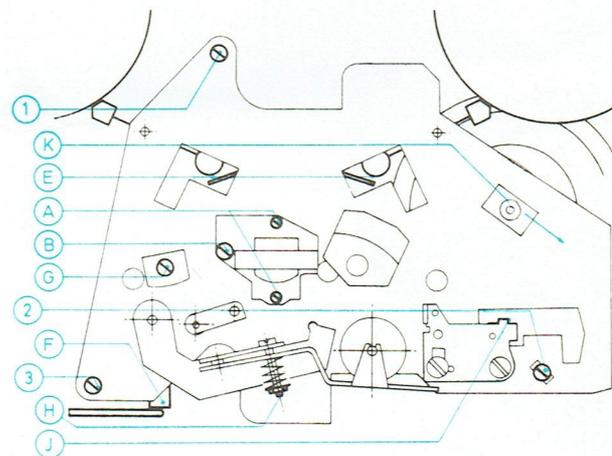
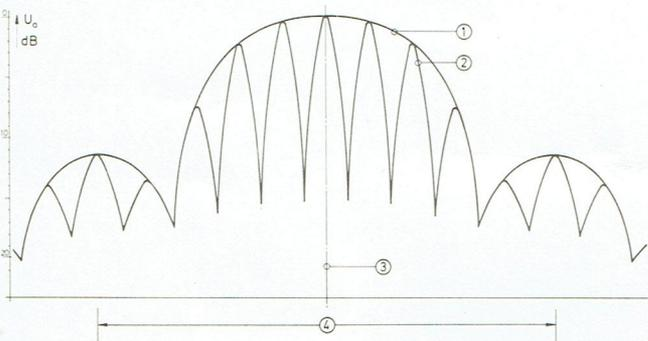

Fig. 6: Présentation du plateau porte-têtes
Fig. 9: Tracé de la tension de sortie à Bu 103 pendant le tournage de la vis d'équilibrage
La tête d'effacement peut être déplacée en hauteur en tournant la vis (G) (Fig. 6). Elle doit être alignée de telle façon que le coin supérieur de l'entrefer se trouve à env. 0,1 mm au-dessus du bord supérieur de la bande.
La hauteur du corps de noyau et la parallélité avec le cabestan sont ajustées avec les deux vis pointeaux (A) (Fig. 6). Le bord supérieur du corps de noyau doit coïncider avec le bord supérieur de la bande. Après chaque réajustage mécanique, la tête doit être rééquilibrée à l'aide de la bande test (vis B).
La pression d'appui, doit être mesurée la touche marche étant abaissée et la bande posée. Placer un dynamomètre ou un peson 10 N (1000 p) au bout droit du support du galet. Par cela écarter le galet presseur du cabestan et le ramener de nouveau, parallèlement, de sorte que la bande soit juste entraînée au début d'une bobine pleine de 18. La valeur de mesure doit alors être de 5,39 ... 6,08 N (550 ... 620 p) (pression de contact du galet 7,35 ... 8,34 N (750 ... 850 p)). La force sera ajustée au moyen de la vis H (Fig. 6) en la tournant.
Les freins Stop doivent bien caler en position «Stop». Pour assurer cela, les lobes d'actionnement des curseurs de frein doivent être ajustés de façon à obtenir un écartement de ≥ 1 mm avec les leviers de frein (Points E Fig. 6). Avec la touche marche enfoncée, la distance «frein caoutchouc-plateau de frein» doit être également ≥ 1 mm. En manipulant lentement la touche marche, les freins doivent avoir relâché avant que le galet GA n'entraîne la bande.
Avec la touche marche pressée et enfoncement consécutif de la touche «Pause», il faut assurer, par courbage du lobe J (Fig. 6) que le galet presseur caoutchouc se détache du cabestan avant que la roue de friction soit déplacée.
Avec la touche marche enfoncée, la force qui tire la roue entre le plateau de rebobinage et le volant, doit être 1,275 N (130 p), mesurée au point de mesure K en décalant (v. Fig. 6).
Dévisser les trois vis de fixation du plateau porte-têtes ①, ②, ③ (Fig. 6). Enlever vers le haut le plateau porte-tête du cabestan, en même temps basculer le plateau un peu vers l'arrière, de sorte que la roue de friction se libère du plateau d'entraînement. Au préalable, écarter du lieu de travail, le bloc d'illumination avec l'instrument et le coffre. Poser la courroie motrice, d'abord dans la rainure du volant (Attention: La courroie ne doit pas entrer en contact avec les parties graissées au Molykote) ensuite à travers les roues intermédiaires dans la rainure de la roue d'entraînement (inférieure pour 50 Hz — supérieure pour 60 Hz). Remonter maintenant le plateau porte-têtes de nouveau sur le cabestan, et d'abord porter la roue de friction sous le plateau de rebobinage, en position légèrement basculée. Mettre la glissière de touche Pause dans le percement de châssis, actionner la glissière de frein F, de sorte qu'il se trouve
Position de marche: reproduction parallèle. En tournant à droite la vis d'équilibrage B (Fig. 6), sortir de la position médiane la plaque de balance. A la reproduction d'un son de mesure de 1 kHz régler d'abord grossièrement, et ensuite, à la reproduction d'un son de mesure de 12 kHz (— 20 dB), régler avec précision sur le niveau le plus élevé, par tournage à gauche. Il faut remarquer, que par l'effacement peuvent se produire des maxima secondaires avec un niveau légèrement inférieur (voir Fig. 9). En cas de réglage incorrect il se produit des ruptures de fréquence.